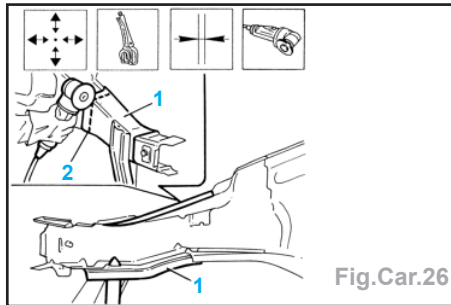

Fig.Car.26
- Appliquer l'apprêt électro-soudable sur les bords de tôle précédemment traités (2).
- Superposer et positionner correctement le renfort (1) sur le véhicule en utilisant le gabarit et les pinces-étaux (Fig.Car.26).